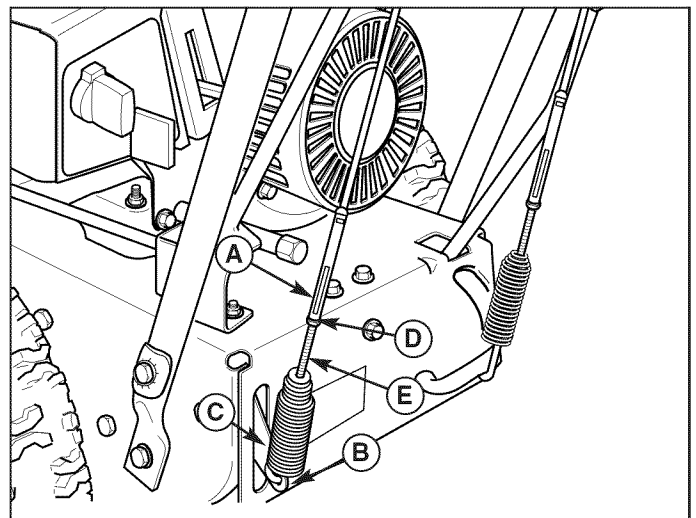

Figure 21. Einstellung des Fahrtriebs (Modelle mit Rohrgriff)
2. Zum Einstellen der Seilzugspannung die Sechskant-Stellmutter (D, Abbildung 21) durch Fixieren der Abflachungen der Mutter (A) lockern. Die Stellschraube drehen. Die Stellschraube ist eine Kreuzschlitzschraube. Der Schraubenkopf kann durch Einführen eines Schraubendrehers durch die Feder des Fahrtriebskupplungs-Seilzugs fixiert bzw. gedreht werden.